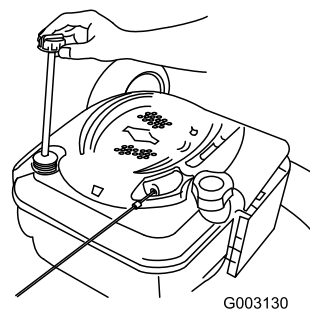

Figura 35
2. Retire la varilla (Figura 35).